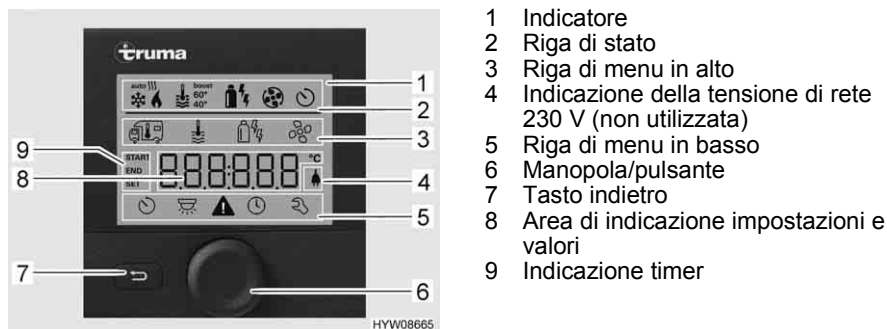

Fig. 59 Centralina di controllo con indicazioni
- Riga di stato (Fig. 59,2)
- Riga di menu in alto (Fig. 59,3)
- Area di indicazione (Fig. 59,8)
- Riga di menu in basso (Fig. 59,5)
- Ruotare la manopola/il pulsante (Fig. 59,6), finché viene visualizzato il simbolo del menu desiderato.
- Premere la manopola/il pulsante per memorizzare il valore impostato. Se il valore impostato originariamente non deve essere modificato: Premere il tasto indietro (Fig. 59,7).
- Ruotare la manopola/il pulsante (Fig. 59,6), finché il simbolo del menu del riscaldamento (Fig. 60,1) lampeggia.
- Premere la manopola/il pulsante per memorizzare il valore impostato. Il simbolo nella riga di stato lampeggia (Fig. 59,2), finché viene raggiunta la temperatura impostata. Se il valore impostato originariamente non deve essere modificato: Premere il tasto indietro (Fig. 59,7).
- Ruotare la manopola/il pulsante (Fig. 59,6), finché il simbolo del menu delle ventole (Fig. 60,4) lampeggia.
- Ruotare la manopola/il pulsante (Fig. 59,6), finché il simbolo del menu del timer (Fig. 60,6) lampeggia.